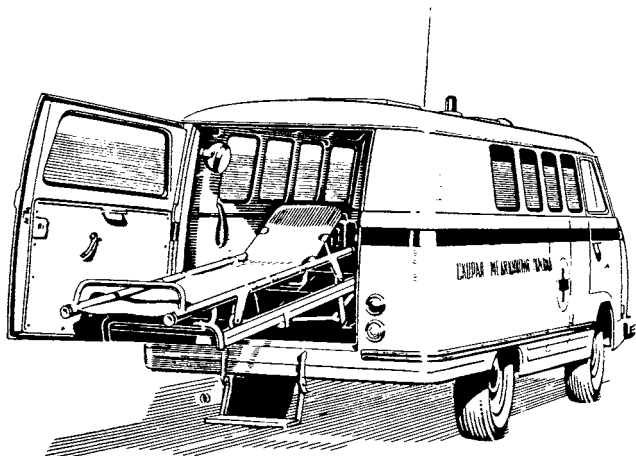

Рис. 4. Автомобиль скорой медицинской помощи РАФ-977И
2. Микроавтобус РАФ-977И (рис. 4) — автомобиль скорой медицинской помощи — предназначен для оказания скорой медицинской помощи и перевозки тяжелобольных и пострадавших от несчастных случаев в лечебные учреждения. Имеет специальное медицинское оборудование. (Смотрите раздел «Автомобиль скорой медицинской помощи РАФ-977И».)